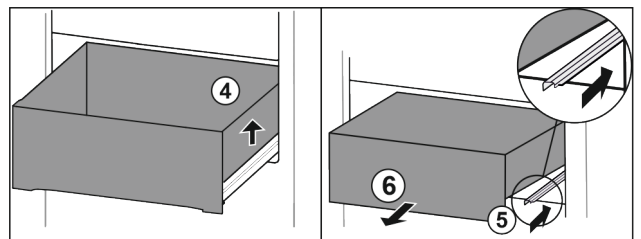

Fig. 69
► Soulever le tiroir sur la droite. Fig. 69 (4)
► Rentrer le rail de droite. Fig. 69 (5)
► Retirer le tiroir par l'avant. Fig. 69 (6)